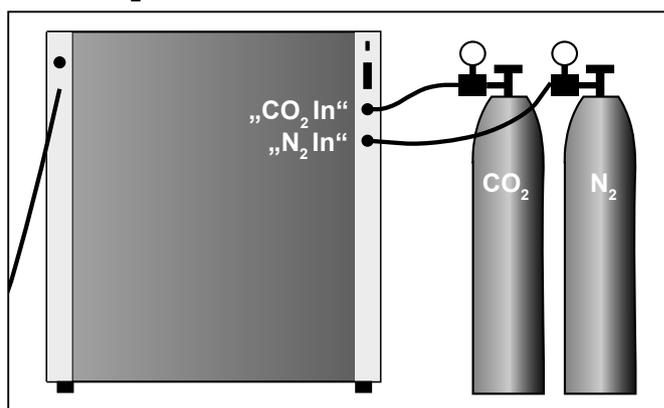

рис. 13
- ▶ Подсоедините входящий в комплект поставки напорный шланг к газовому баллону (газовый редуктор) CO₂ и штуцеру "CO₂ In" на задней стороне инкубатора с помощью шланговых зажимов (рис. 13, см. также стр. 14).